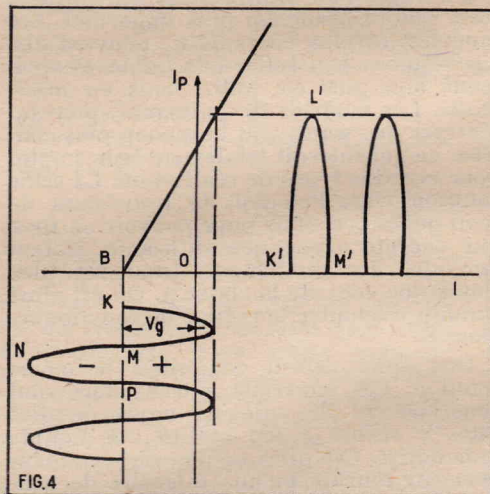
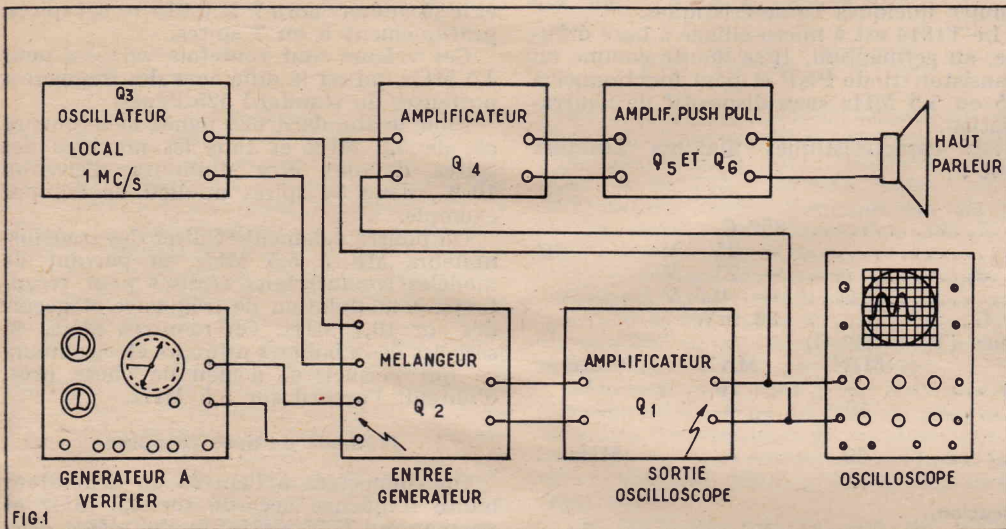

FIG. 4
FIG. 1
Revers de la médaille (considérons la fig. 4).
FIG. 4. — Même dans le cas d'une caractéristique idéalement linéaire, le fonctionnement d'un seul tube en classe B produit une distorsion inadmissible puisqu'une seule alternance est transmise.
b) La polarisation doit demeurer fixe et égale à Vg (voir fig. 4). Or, l'intensité du courant varie au cours du fonctionnement en fonction de la puissance fournie à l'étage final.
Nos lecteurs ont déjà compris que ce point d'inflexion était dû à la courbure inférieure de la caractéristique des tubes utilisés. On comparera à ce sujet la figure 1 qui représente une caractéristique réelle et la figure 4 qui est « idéalisée ».
Pour des fréquences inférieures, du signal incident on utilise ses harmoniques dont la fréquence est égale ou supérieure à 1 MHz, fréquence de l'oscillateur local du fréquence-mètre. La figure 1 donne le schéma fonctionnel de cet appareil sur lequel nous avons disposé les éléments d'une manière rationnelle pour faciliter la compréhension du fonctionnement de ses diverses parties.